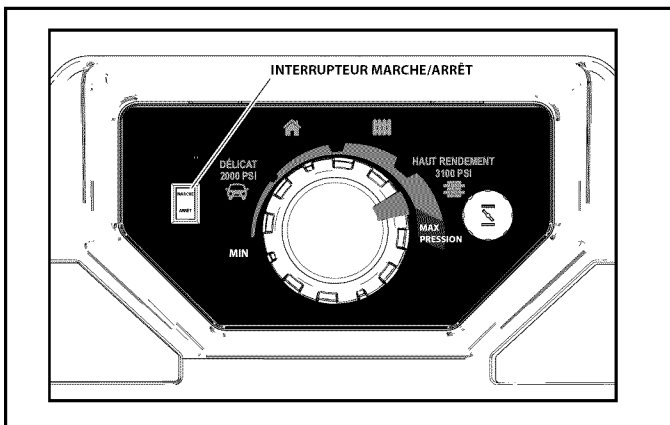

Figure 5-7. Interrupteur MARCHE/ARRÊT
2. Mettez l'interrupteur MARCHE/ARRÊT du moteur à la position « ARRÊT » (Figure 5-7).